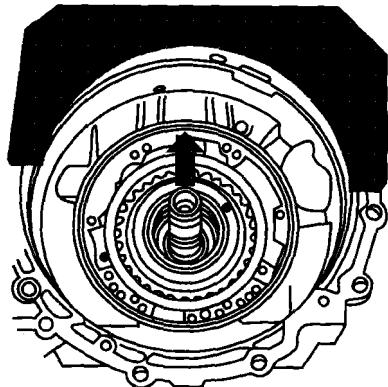

图5-18 拆下隔离管、B2和所有离合器
(11) 向上提起涡轮轴,将隔离管、B2制动片和所有离合器拔出,如图5-18所示。